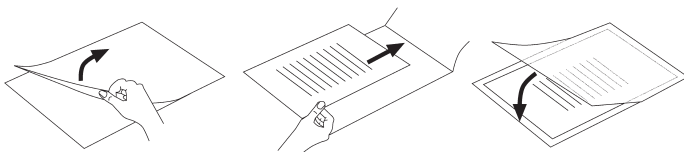

Fig. 2
- Veillez à utiliser un seul film pour la plastification. Commencez d'abord par l'ouvrir, comme indiqué par exemple sur la fig. 2.
- Veuillez à utiliser un seul film pour la plastification. Ouvrez tout d'abord ce dernier, comme par exemple indiqué sur la fig. 2.